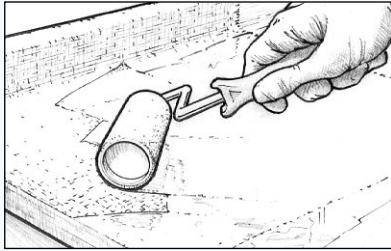

Figura 28 Impregne la superficie para rellenar el tejido antes de que el pre-encolado pierda su pegajosidad.
9. Impregne la superficie para rellenar el tejido antes de que el pre-encolado pierda su pegajosidad (Figura 28). Siga los procedimientos de acabado final incluidos en la sección siguiente. Será necesario aplicar dos o tres capas para rellenar completamente la textura del tejido y poder realizar un lijado final sin dañar el tejido.